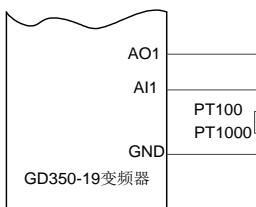

图 5-21 模拟量端口与 PT100/PT1000 接线
- 步骤1 按图 5-21 模拟量端口与 PT100/PT1000 接线连接好 PT100/PT1000。